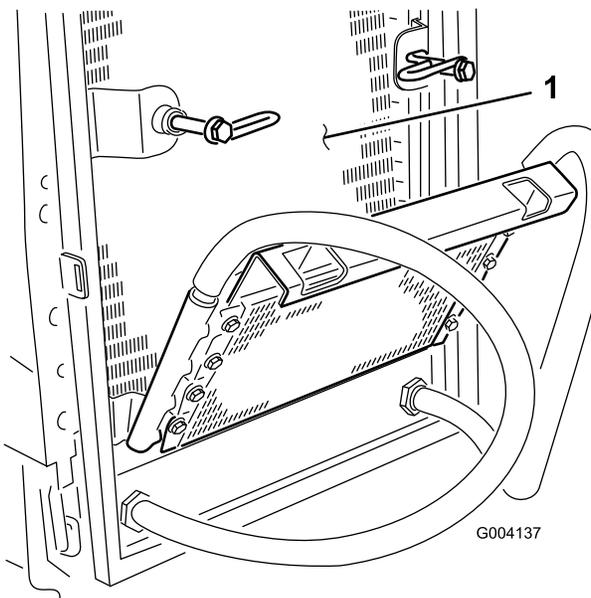

Рисунок 62
6. Тщательно очистите обе стороны маслоохладителя и радиатора (Рисунок 62) сжатым воздухом.